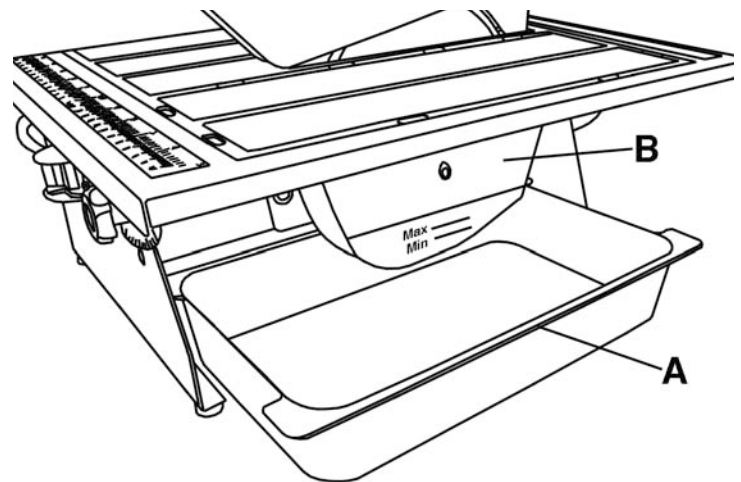

FIGURE 6
Le réservoir à l'eau est utilisé pour refroidir la lame pendant l'opération. Placez le réservoir à l'eau (A) Fig.6 sous la table de coupe, remplissez-le avec de l'eau froide juste assez pour que le rebord de la lame soit immergé dans l'eau. Trop d'eau dans le réservoir produira des éclaboussements, trop peu d'eau peut causer une surchauffe ou des dommages à la lame pendant l'utilisation. Comme guide, référez-vous aux lignes indicatrices (maximum et minimum) sur le protège-lame inférieur (B).